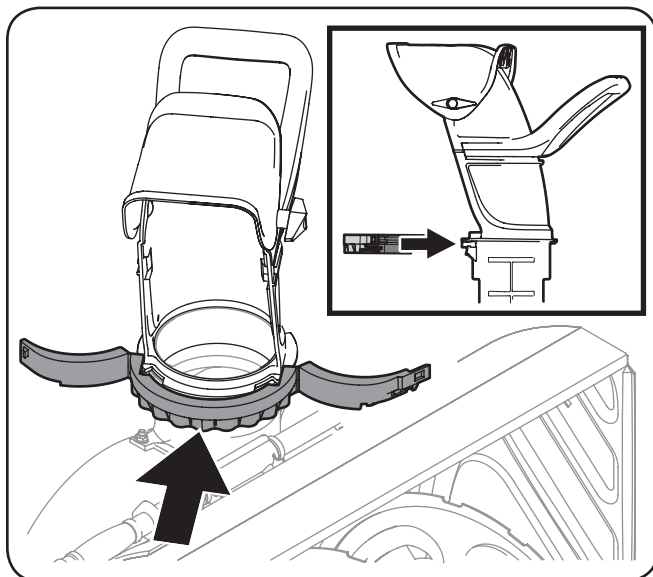

Figura 3-5
5. Coloque la banda para el canal como se indica en la Figura 3-5.